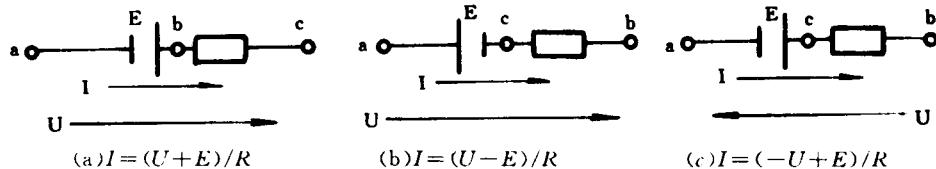

图 1-7 一段有源支路
如图 1-7 所示, 在电路中有电源时即构成了有源支路。在一段有源支路中, 电流的大小与电压和电动势的代数和成正比, 与支路的电阻成反比。即  $I=(U+E)/R$ 。这就叫做有源支路的欧姆定律。
**注意** 在支路中电动势的方向是电位升的方向, 而电压的方向是电压降的方向。如果上式中  $E$  或  $U$  与电流  $I$  的参考方向不一致, 则  $E$  和  $U$  应加负号, 如图 1-7(b) 和图 1-7(c) 所示。